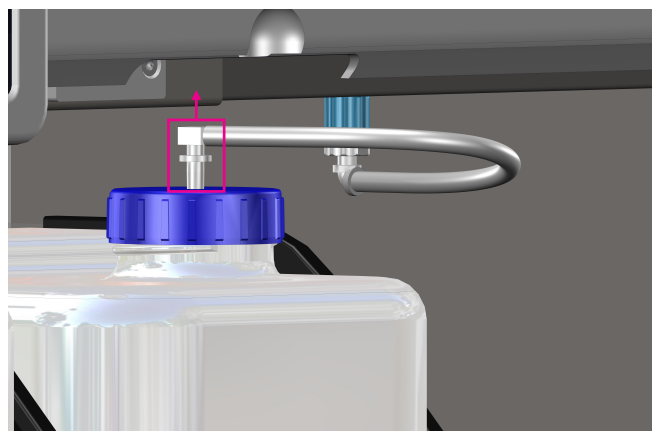

Abbildung 62
4. Trennen Sie den LUER-Anschluss vom iWASH PRO-Schraubverschluss (Abbildung 62).